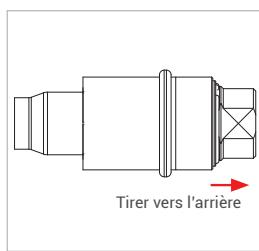

Figure 7
- ▶ Tirez légèrement sur la partie inférieure (Pos. 2) flèche rouge (*Figure 7*) du connecteur dans le sens inverse du raccordement pour s'assurer de la bonne assise du connecteur.